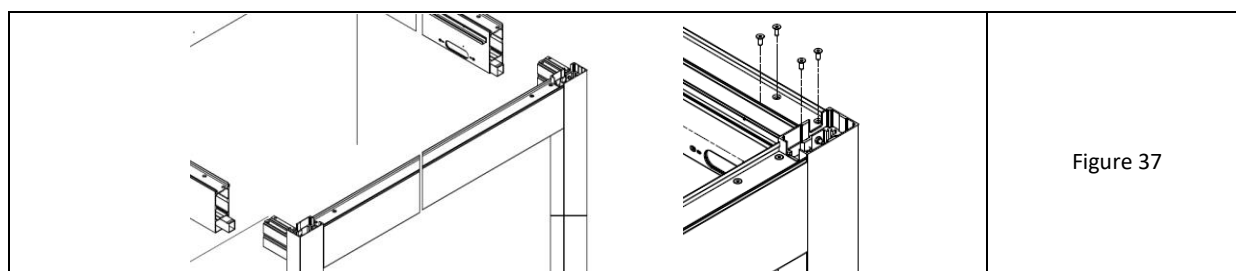

Figure 37
15. Glissez le cadre dans les extrémités libres des traverses soutenues. Les drains inférieurs des traverses pénètrent dans la fenêtre carrée du poteau (du côté plus large) sous l'os. Os de la colonne dans la chambre supérieure de la poutre (Fig. 37).
16. Visser les deux coins par le haut à l'aide de 4 vis à tête fraisée avec douille à six pans creux M8x20. (Fig. 37-droite).